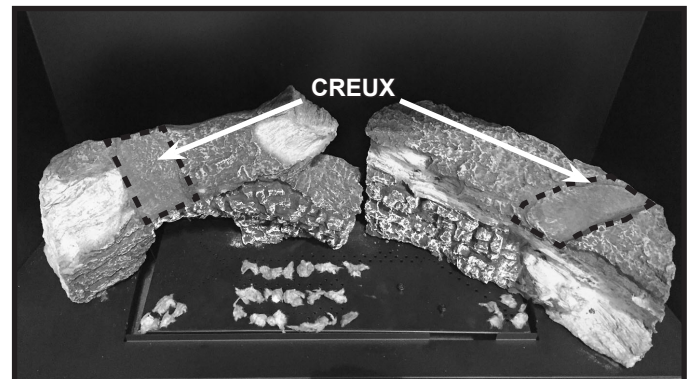

Figure 6. Glowing Embers® installés
- Retirez la bûche supérieure gauche de l'emballage. Placez la bûche sur le creux de la bûche arrière gauche. Le creux est montré à la figure 6. Les deux points inférieurs de la bûche reposeront sur le plateau de base. Voir la figure 7.
- Retirez de l'emballage la bûche supérieure droite. Un creux se trouve dans la bûche arrière droite, laquelle « loge » le haut de la bûche droite. Ce creux est montré à la figure 6. L'extrémité brûlée de la bûche reposera sur le centre du plateau de base. Voir la figure 9.